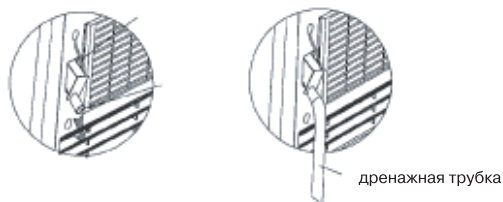

Рис.4.3
- Для того чтобы конденсат отводился через патрубок, а не стекал в емкость, необходимо повернуть его вниз. (Рис.4.3)